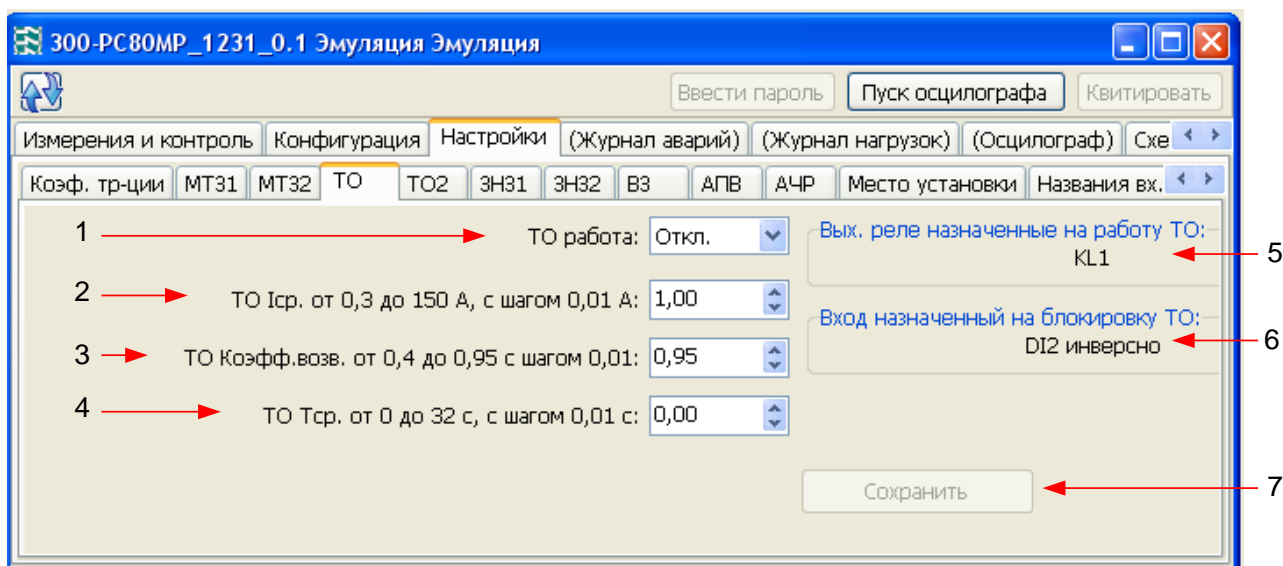

Рисунок 20 – Окно выбора настроек ТО (ТО2) в программе «PC80\_MP\_Monitor»
Окна программы «PC80\_MP\_Monitor», используемые при работе с ТО1(2) и пояснения по работе в них, приведены на рис.20.